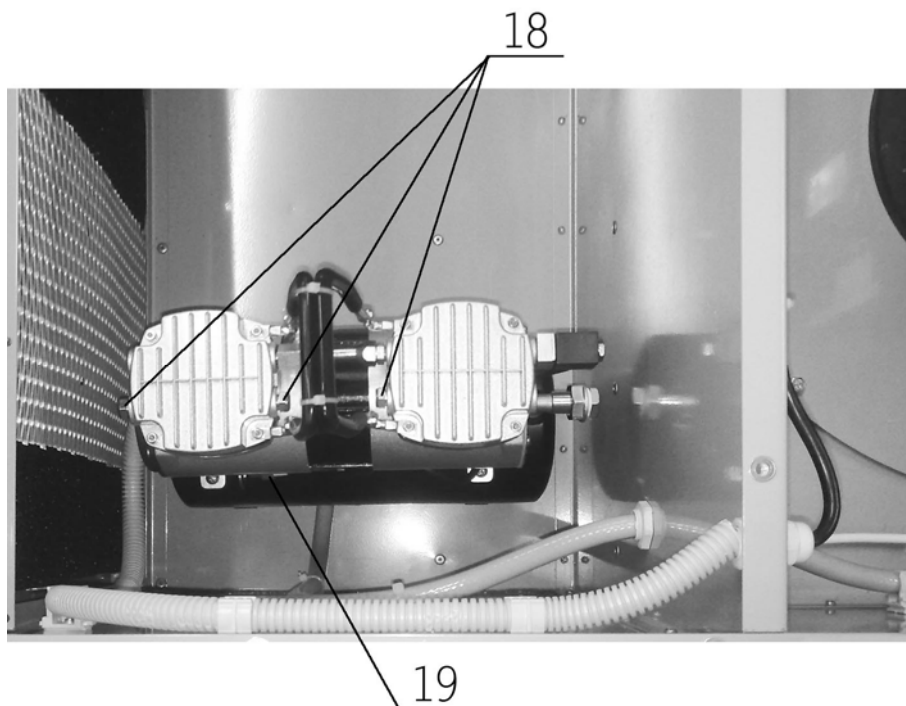

рис. 5
- вентилятор среднего давления (6);
- воздухораспределительная решетка (5);
- компрессор (см. рис. 5);
- ресивер сжатого воздуха (7);
- быстродействующий электропневмоклапан (8);
- компрессора (см. рис. 5);
- 7.7. В компрессоре периодически необходимо очищать фильтры (18) (см. рис. 5) на входе воздуха (расположены на головках цилиндров компрессора). Для этого их необходимо отвинтить гаечным ключом и продуть сжатым воздухом. Обратит внимание на отсутствие утечек сжатого воздуха в пневмосети, что можно обнаружить на слух при накаченном ресивере, но отключённом общим выключателем агрегата. Проверить работоспособность предохранительного клапана (19) (см. рис.5), потянув за кольцо. При этом через дренажное отверстие клапана будет выходить сжатый воздух. Доступ к компрессору возможен при снятой верхней панели агрегата.